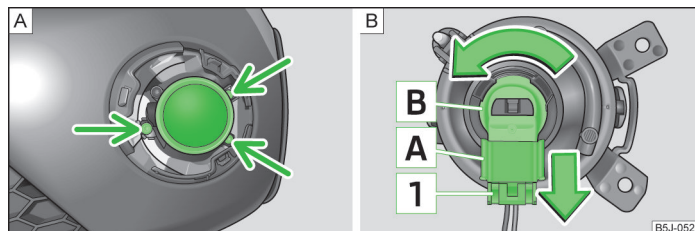

Abb. 163 Vorderer Stoßfänger: Nebelscheinwerfer / Nebelscheinwerfer: Glühlampe wechseln
- Mit dem Schraubendreher » Seite 188, *Bordwerkzeug* die Schrauben » Abb. 163 - **A** herausdrehen.
- Die Sicherung **T1** » Abb. 163 des Steckers **A** drücken und den Stecker aus der Fassung **B** herausziehen.